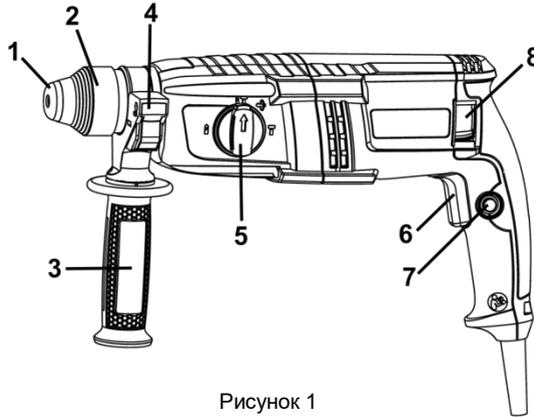

Рисунок 1
4.1 Выберите необходимый режим работы изделия с помощью переключателя (5) (см. рисунок 1, таблицу 2). Если необходимо установить сверлильный патрон – установите его в патрон SDS-plus через адаптер.
4.2 Для включения изделия нажмите на курок выключателя (6) (рис.1). Для отключения изделия следует курок отпустить.